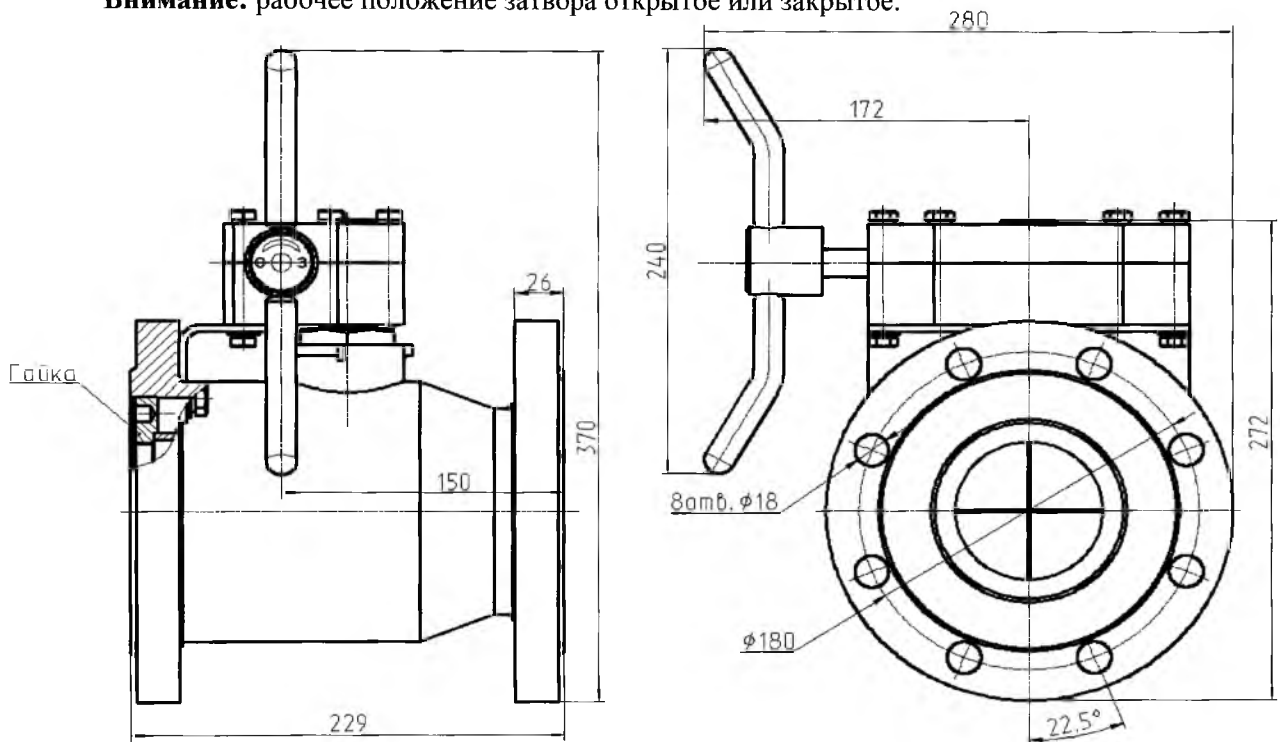

Рисунок 1
7.4 Подтяжку гайки (рисунок 1) для достижения герметичности производить спецключом (усилие затяжки должно находиться в диапазоне 45-55 Н•м) в закрытом положении крана.